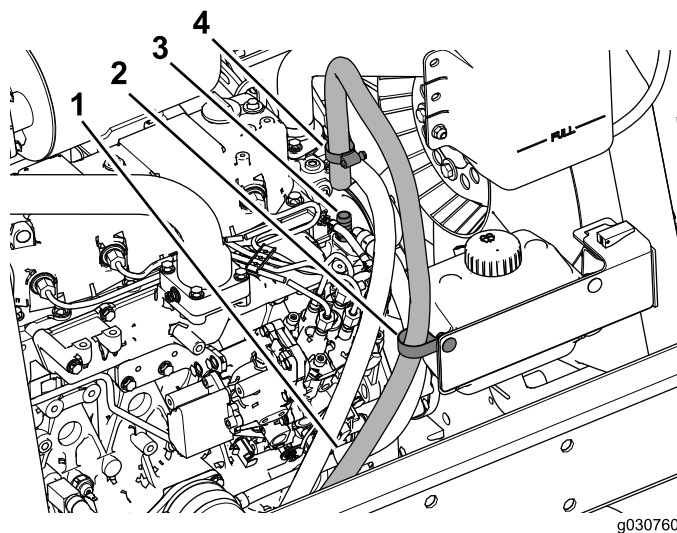

Figura 38
6. Fate scorrere la fascetta stringitubo sul flessibile di ritorno e poi inserite il flessibile sopra il raccordo (3/8 NPT x 0,625 dentellato) come illustrato nella Figura 38.